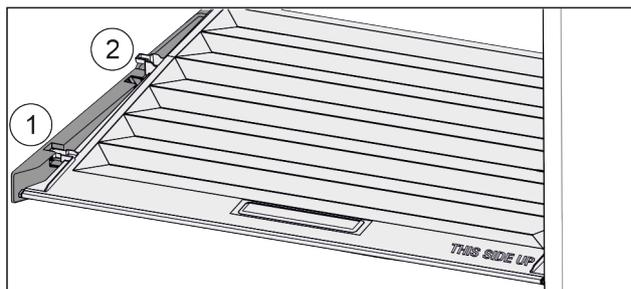

Fig. 68
- ▶ Deslice la tapa hacia delante hasta la abertura de las piezas de sujeción Fig. 68 (1).
- ▶ Levántela por detrás desde abajo y retírela tirando hacia arriba Fig. 68 (2).